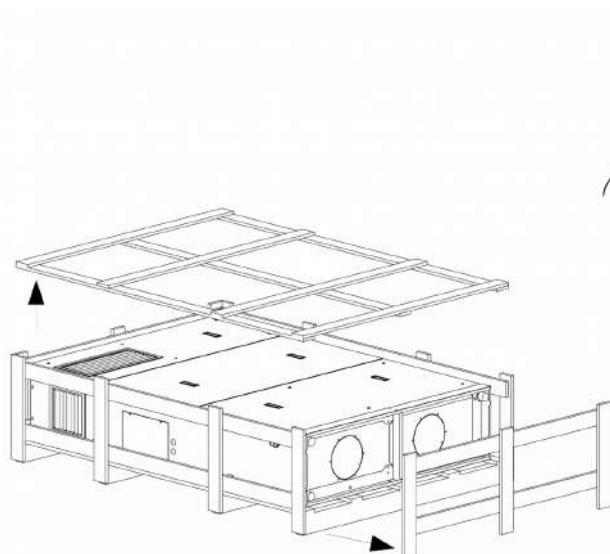

Fig.26
- Rimuovere coperchio e protezione lato boccali della gabbia in legno (Fig. 26).
- Remove the cover and the protection on the nozzle side of the wooden cage (Fig. 26).